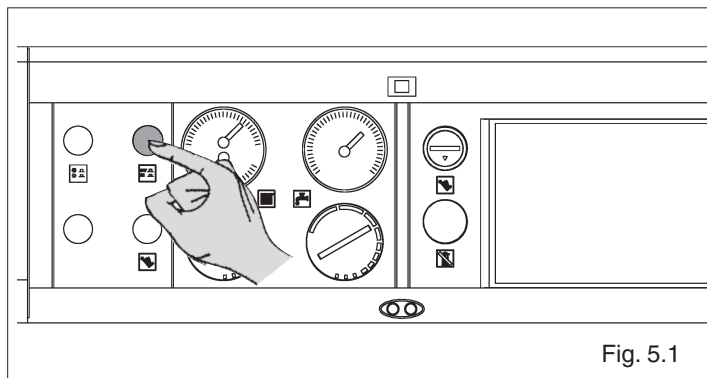

Fig. 5.1
- premere l'interruttore principale del pannello di comando e verificare lo spegnimento della lampada di segnalazione verde (fig. 5.1).